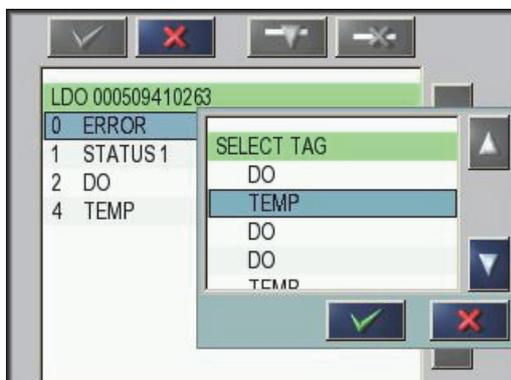

Figure 28 Fenêtre de sélection des balises
5. Sélectionnez une balise (erreur ou statut, par exemple) et appuyez sur le bouton **AJOUTER**. La fenêtre de sélection des balises s'affiche avec toutes les balises disponibles pour la sonde/l'appareil (Figure 28). Les registres d'erreur et de statut sont identiques pour tous les appareils (Tableau 2) et (Tableau 3).